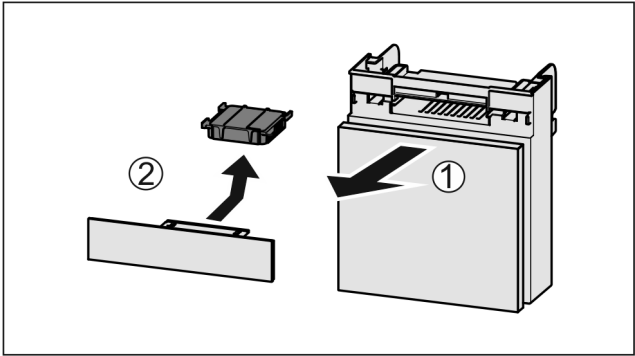

Fig. 143
- ▶ 向前拉出 Fig. 143 (1)抽屉。
- ▶ 取出 Fig. 143 (2)活性炭过滤器。